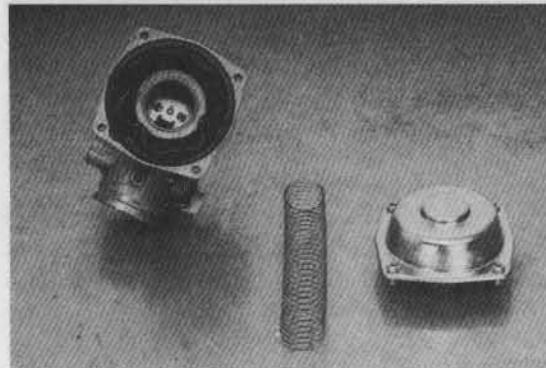

Bild 59
- Vier Kreuzschlitzschrauben ausdrehen und oberen Gehäusedeckel abnehmen, es folgen Spiralfeder, Membran mit Kolben und Düsenadel (Bild 59).